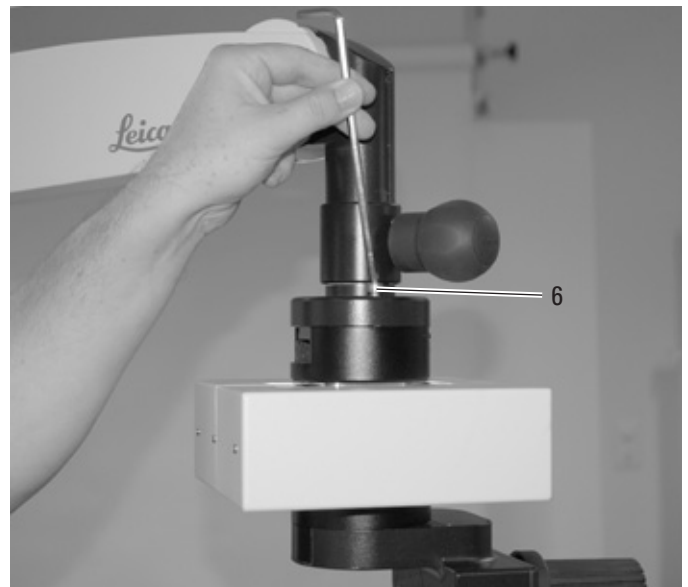

Bild 4
⇒ XY-Kupplung (optional) mit 2 Innensechskantschrauben (6) an das Drehgelenk schrauben (Bild 4).